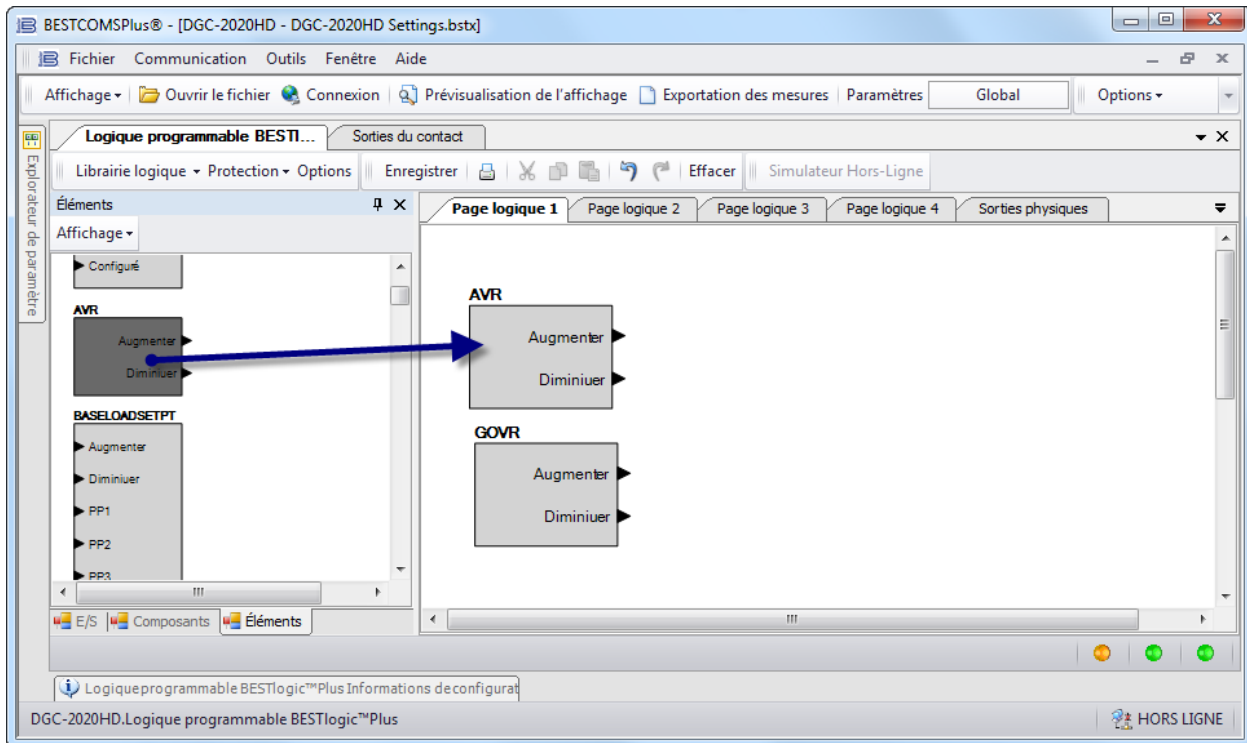

Figure 14-18. Configuration du contrôle de polarisation des sorties de contact - Opération 3.
3. Dans la logique programmable BESTlogic*Plus*, cliquez sur l'onglet Éléments et faites glisser les éléments AVR et GOVR dans l'écran de la logique principale. Voir Figure 14-18.